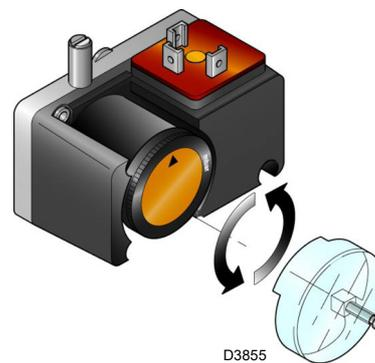

Fig. 34
- Régler le pressostat pour le contrôle d'étanchéité (Kit PVP)(Fig. 34 à la page 32), si présent, conformément aux instructions fournies avec le kit.
Régler le pressostat pour le contrôle d'étanchéité (Kit PVP) (Fig. 34) si présent, conformément aux instructions fournies avec le kit.